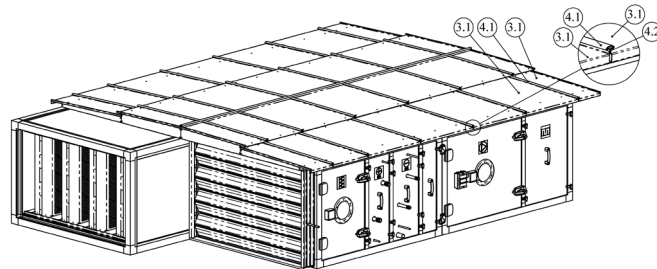

Abb. 7.5
6. Montieren Sie die Dachsegmente an den Seiten des Geräts. Passen Sie die Abschnitte einer bestimmten Breite des Daches mit dem gleichen Abstand des Rahmens an. Bringen Sie den Dichtungstreifen zwischen den Segmenten an. Der Dichtungsgummi wird nur auf der Oberfläche des Segments angebracht. Die Segmente sind nicht mit dem C-Profil verbunden und werden durch selbstschneidende Schrauben 4,8 x 19 DIN7504K am Rahmen befestigt (siehe Abbildung 7.5).